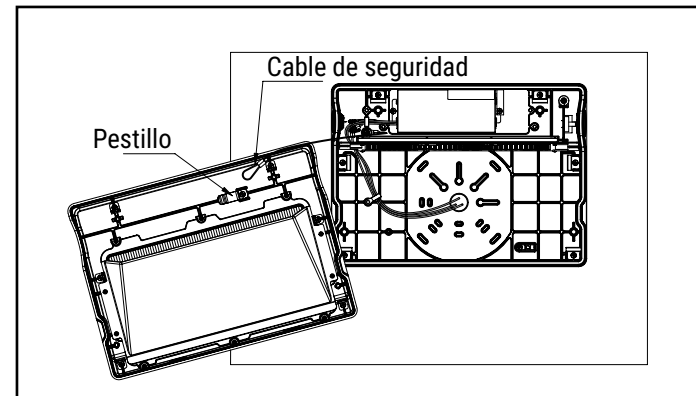

Figura 7
5. Fije el cable de seguridad al pestillo de la cubierta frontal de la carcasa de la luminaria. (Figura 7).